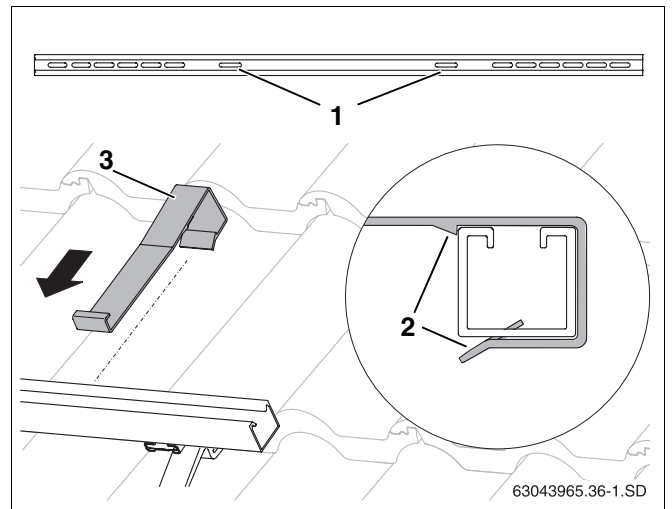

fig. 34 Encaixar a protecção contra deslizamento
- ▶ Introduzir cada protecção contra deslizamento (fig. 34, **item 3**) nos furos oblongos interiores (fig. 34, **item 1**), a partir de fora, sobre os perfis, até que encaixem (fig. 34, **item 2**).